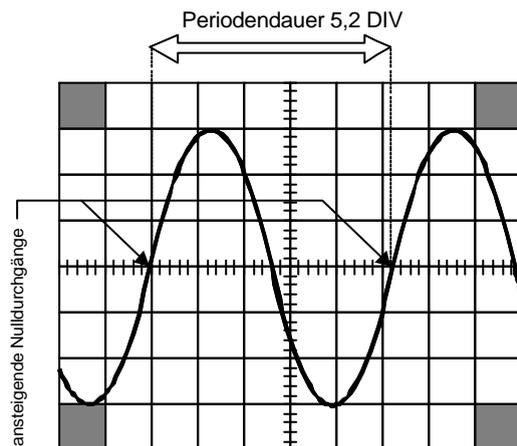

Abbildung 9-6
Verschieben Sie nun mit dem Einsteller für die horizontalen Position (15) die Kurve so, daß ein ansteigender Nulldurchgang des Signals durch eine vertikale Rasterlinie möglichst nahe dem linken Bildschirmrand führt. In der **Abbildung 9-6** beträgt die Strecke zwischen den beiden aufeinanderfolgenden ansteigenden Nulldurchgängen 5,2 Rasterteilungen.